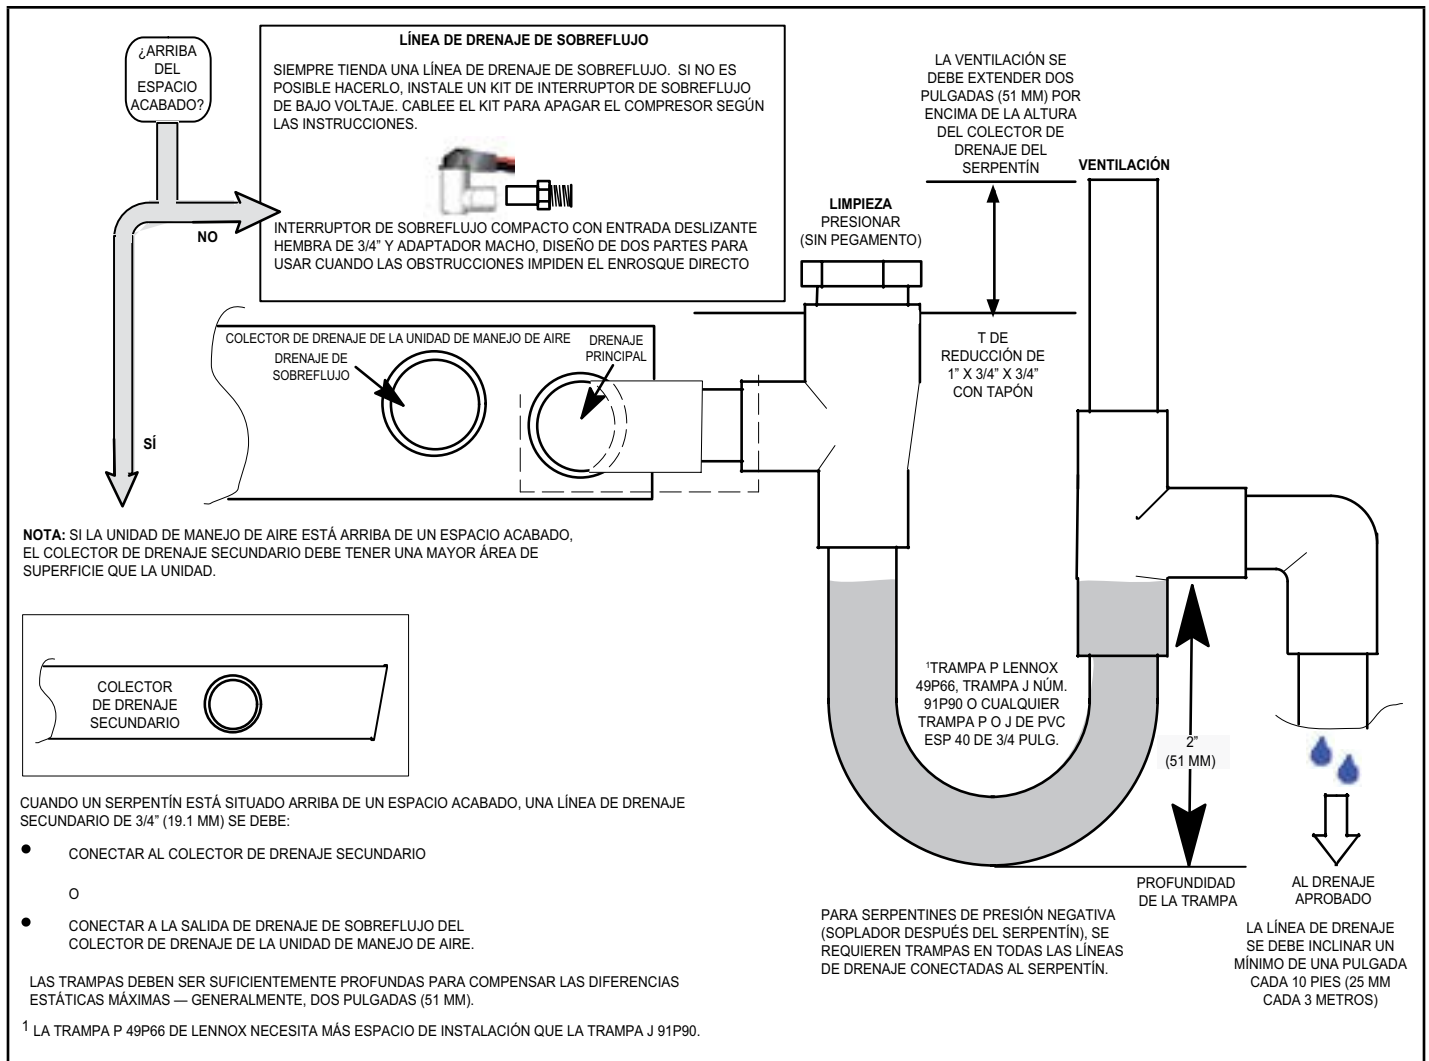

FIGURA 15. Drenaje típico principal y de sobreflujo
- 6 - Instale una trampa de 2 pulg. en las líneas de drenaje principales (primarias) lo más cerca posible de las unidades (consulte la FIGURA 15). Asegúrese de que el extremo superior de la trampa esté debajo de la conexión al colector de drenaje para que el colector se drene por completo.
NOTA: Las secciones horizontales deben tener un respiradero (tubo vertical) antisifón instalado adelante de la sección horizontal. Consulte la FIGURA 15. Una sección horizontal extremadamente larga podría requerir una línea de drenaje sobredimensionada para eliminar las trampas de aire.